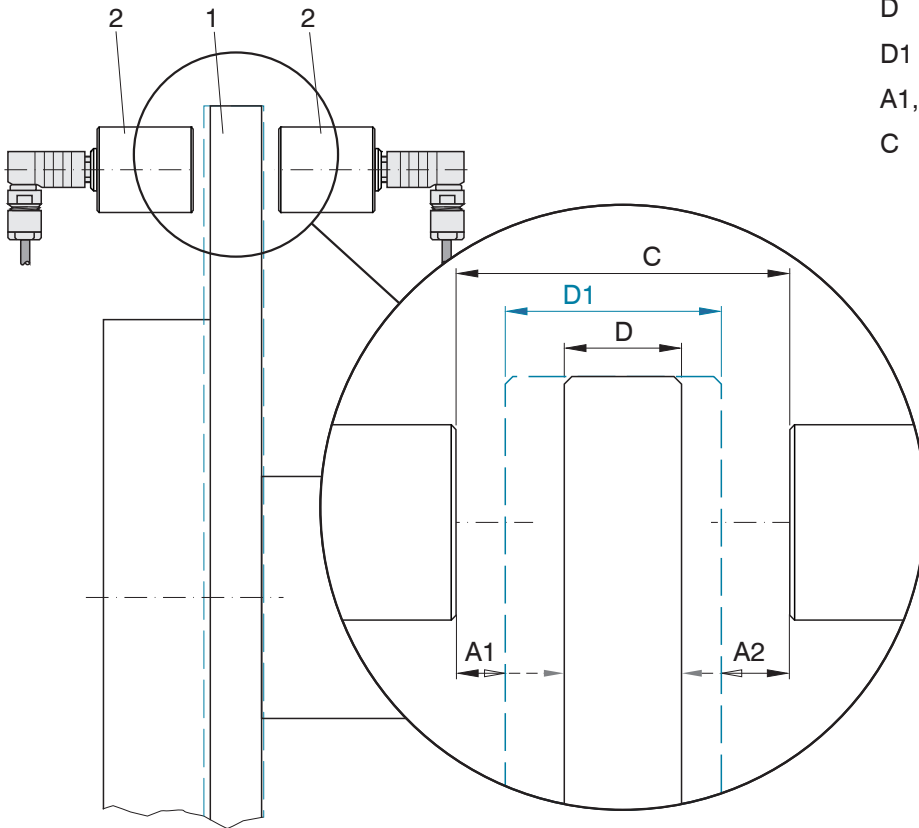

Abb. 1 Prinzip der Dickenmessung mit gegenüberliegender Abstandsmessung
Known sensor to sensor distance: der Abstand zwischen den beiden Sensoren ist bekannt, siehe Abb. 1 Variable (C). Die Software berechnet aus den beiden Abstandswerten die Dicke der Scheibe, siehe Abb. 2.